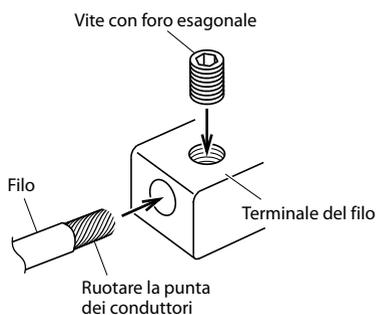

Fig. 6
3. Serrate la vite con foro esagonale con la chiave esagonale (in dotazione) per fissare il filo in posizione. (Fig. 6)